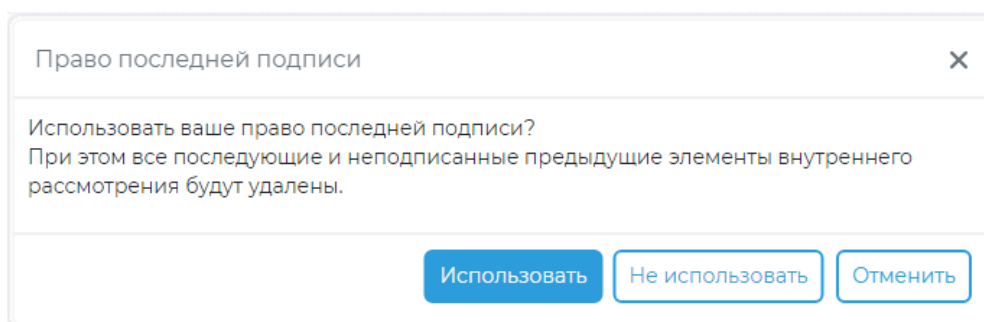

Рисунок 16.17 – Модальное окно «Право последней подписи»
- «*Отображать модальное окно*». При выборе данного условия при подписании заявки пользователем, наделенным правом последней подписи, или ЗА пользователя, наделенного правом последней подписи, отображается модальное окно «Право последней подписи» (Рисунок 16.17). Подробное подписание заявки с правом последней подписи приведено в разделе «12.10 Рассмотрение заявки пользователем с правом последней подписи».